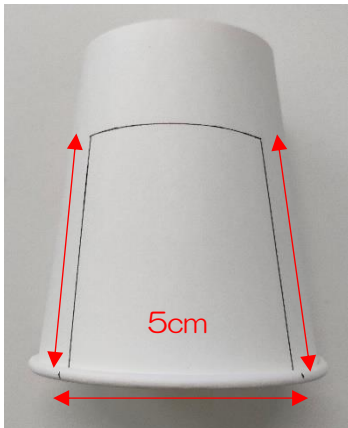
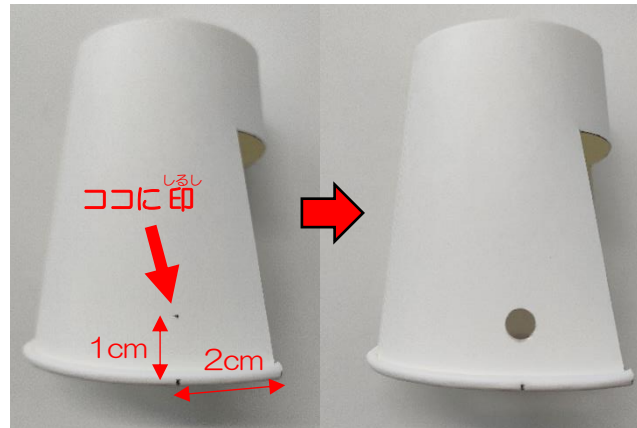

図3 切る部分の下書き
図4 穴をあける位置
- (1) 紙コップの縁の部分から5cmくらい縦に線を引きます。
- (2) 最初の切り込みから横に5cmくらい間隔をあけて、5cmくらい縦に線を引きます。
- (3) 2本の線の先と先がつながるように横に線を引きます(図3)。
- (4) 3本の線に沿って紙コップを切ります。
- (5) 切った部分の端から横に2cm、紙コップの縁から縦に1cmくらいのところにペンで印をつけ、穴あきパンチで穴をあけます(図4、反対側にもあける)。